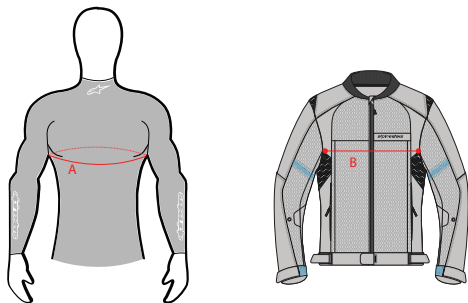

图 22：胸围 (A) 和防护服胸宽 (B) 测量参考
重要事项！ 本系统应与符合以下标准的任何外套一起穿着：测量胸围 (A) 和胸部的防护服宽度 (B)。如果 B 大于 A 除以 2 加 16 厘米 ($B > 0.5 \times A + 16 \text{ cm}$ 或 $B > 0.5 \times A + 6.30 \text{ 英寸}$) (图 22)，则该防护服与本系统兼容。